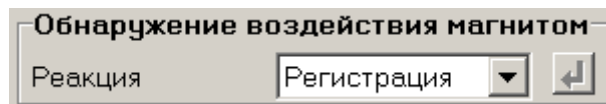

Рис.27. Настройки НС «Воздействие магнитом».
5.3. Установочные параметры для НС **Воздействие магнитом** находятся на вкладке **Настройки** основного окна программы «Монитор» в группе **Обнаружение воздействия магнитом** (рис.27).